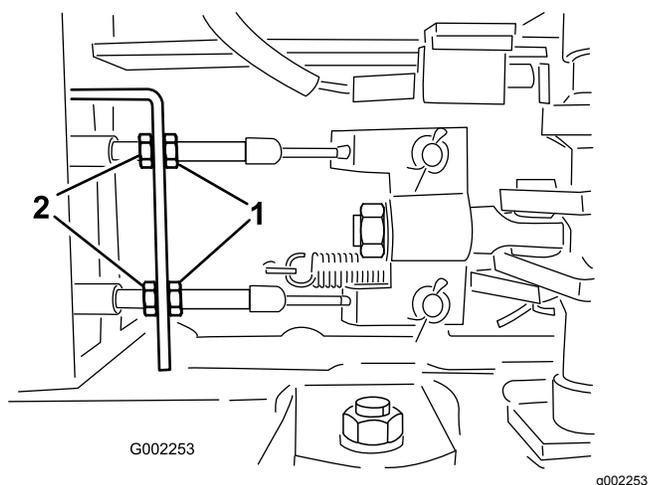

Figura 88
5. Desaperte as porcas de retenção dianteiras nos cabos dos travões por baixo da parte dianteira do pulverizador (Figura 88).
6. Aperte as porcas de retenção traseiras de forma idêntica até o pedal dos travões se deslocar entre 1 a 2,5 cm antes de se verificar qualquer resistência (Figura 88).